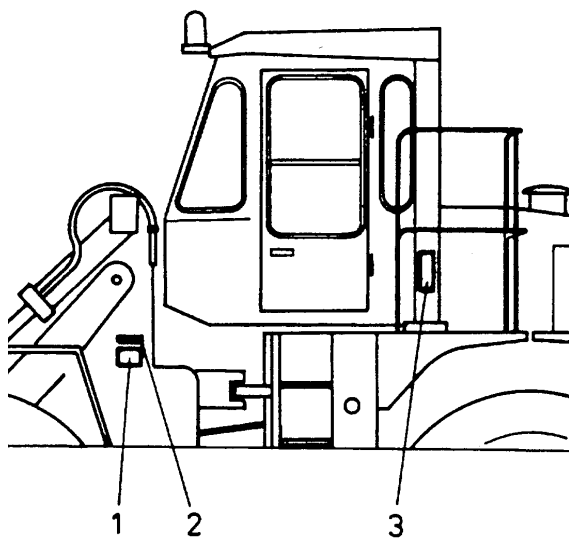

Рис. 1.3. Размещение фирменных табличек машины и защиты кабины ROPS-FOPS
Табличка (1, Рис. 1.3.) с серийным номером машины и выштампованный серийный номер машины (2) находятся на передней раме. Табличка (3) с серийным номером защиты ROPS-FOPS закреплена с левой стороны защиты ROPS-FOPS.